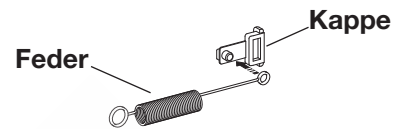

Abb. 8
- Setzen Sie die kleinere Öse der Feder auf die Plastikkappe des Gitters (2 Kappe + 2 Federn für jedes Gitter). Abb. 8